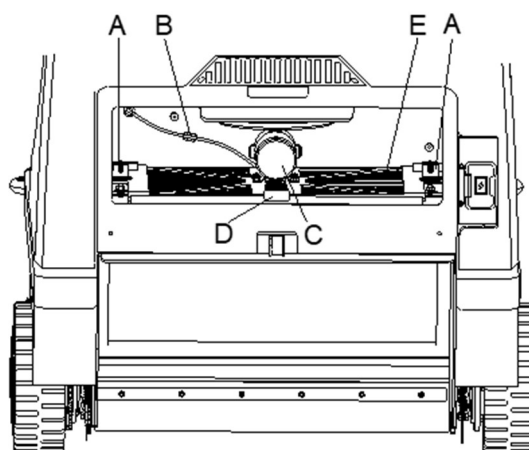
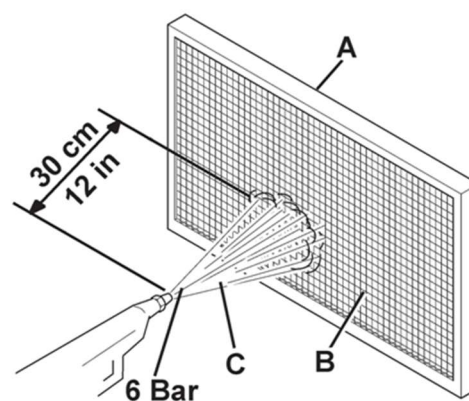

Figura 31
Figura 32
7. Desaparafuse os botões (A, Figura 31).
8. Desconecte o conector (B, Figura 31) do motor do agitador do filtro (C, Figura 31).
9. Remova a estrutura de fixação do filtro de poeira (D, Figura 31).
10. Remova o filtro de poeira (E, Figura 31).
11. Numa área externa, limpe o filtro agitando-o numa superfície nivelada e limpa, batendo no lado (A, Figura 32) oposto à gaze de arame (B, Figura 32). Complete o procedimento de limpeza usando ar comprimido (C, Figura 32) a um máximo de 6 bar (85 psi), soprando apenas lado da gaze de arame (B, Figura 32), a uma distância mínima de 30 cm. De acordo com o tipo de filtro, observe as seguintes precauções:
- Instale o filtro (E, Figura 31) com a gaze de arame (B, Figura 32) voltada para cima.